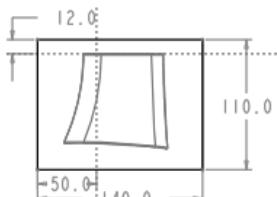

图 2.4 截面草图
(1) 选择命令。单击 模具 功能选项卡 形状 ▾ 区域中的_{拉伸}按钮。
(2) 定义草绘截面放置属性。在绘图区中右击，从快捷菜单中选择_{定义内部草绘...}命令，在系统弹出的“草绘”对话框中，选择 MOLD_FRONT 基准平面作为草绘平面，草绘平面的参考平面为 MOLD_RIGHT 基准平面，方位为_右，然后单击_{草绘}按钮，系统进入截面草绘环境。
(3) 进入截面草绘环境后，系统弹出“参考”对话框，选取 MOLD_RIGHT 基准平面和 MAIN_PARTING_PLN 基准平面为草绘参考，然后单击_{关闭(C)}按钮，然后绘制图 2.4 所示的截面草图。完成绘制后，单击“草绘”操控板中的“确定”按钮_✓。
(4) 选取深度类型并输入深度值。在操控板中选取深度类型_{对称}，在深度文本框中输入深度值 110.0 并按回车键。
(5) 在操控板中单击_✓按钮，则完成拉伸特征的创建。